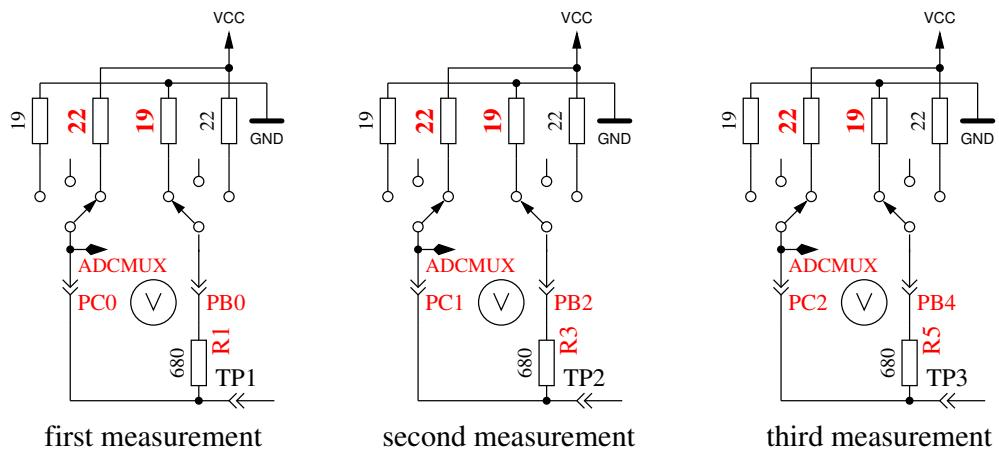

Abbildung 5.64. Messung des Innenwiderstandes des auf VCC geschalteten Port-C-Ausgängen.
9. **Messung des Innenwiderstandes von auf VCC geschalteten Port-Ausgängen.** Der benötigte Strom wird von auf GND geschalteten 680Ω -Widerständen geliefert. Es ist die gleiche Messung wie die in Test 8 zur anderen Seite, wie in Abbildung 5.64 gezeigt wird. Der Innenwiderstand wird wie folgt berechnet: $(5001 - (\text{Ergebnis von Test8}) - (\text{Ergebnis von Test9})) / 680$. Die Widerstandswerte ergeben sich, wenn die gemessene Spannung durch diesen Strom dividiert wird. Das Ergebnis für diesen Test wird dann in Zeile 1 mit dem Text „RI_Hi=“ in Ω angezeigt, der Innenwiderstand zur GND-Seite wird in Zeile 2 mit dem Text „RI_Lo=“ angezeigt. Diese Werte werden ab Software-Version 1.06k bei jeder Messung neu bestimmt und hier nur dargestellt.